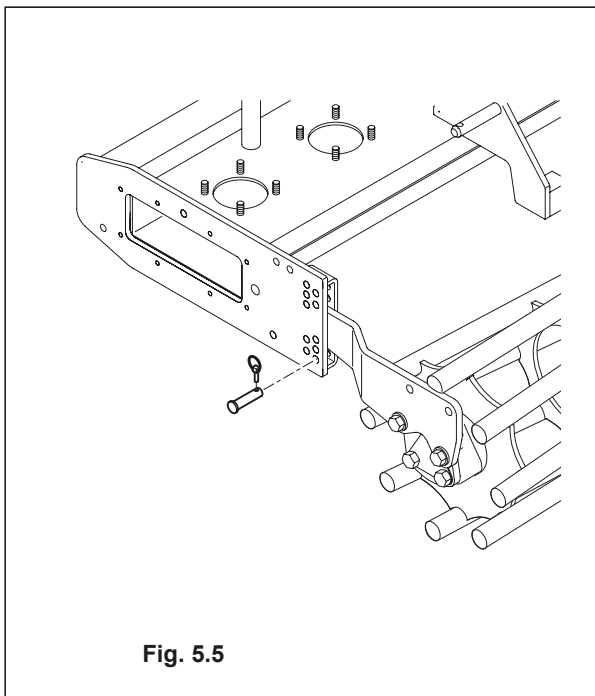

Fig. 5.5
· La regulación de la profundidad de trabajo se puede obtener elevando o bajando el rodillo. El perno (A) (Fig.5.5) actúa como final de carrera superior. Desplazando el perno (A) hacia arriba, la profundidad de trabajo aumenta, desplazándolo hacia abajo, la profundidad de trabajo disminuye. El desplazamiento de un orificio comporta una variación de: